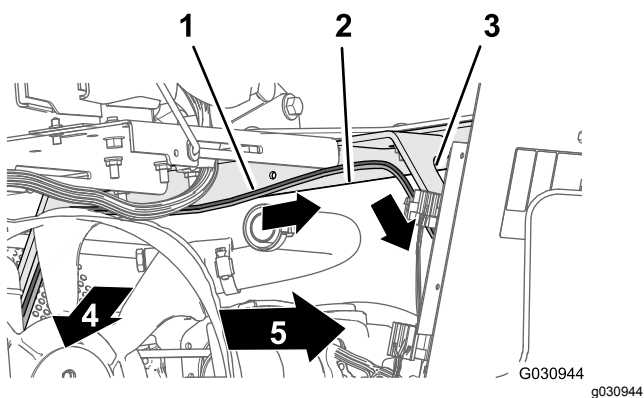

Figura 115
2. Enrute la rama de 108 cm del arnés de cables a través del ángulo de la caja del asiento y hacia abajo por el soporte izquierdo de la cubierta del motor (**Figura 115**).